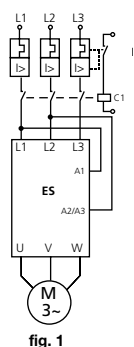
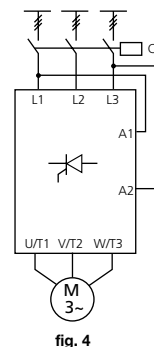

fig. 1
fig. 4
- Al conectar C1, el arrancador realiza un arranque suave del motor. Al desconectar C1, el motor se para, el arrancador se pone a cero y después de 0,5 seg. podrá realizarse un nuevo arranque suave. (fig. 1 y fig. 4)